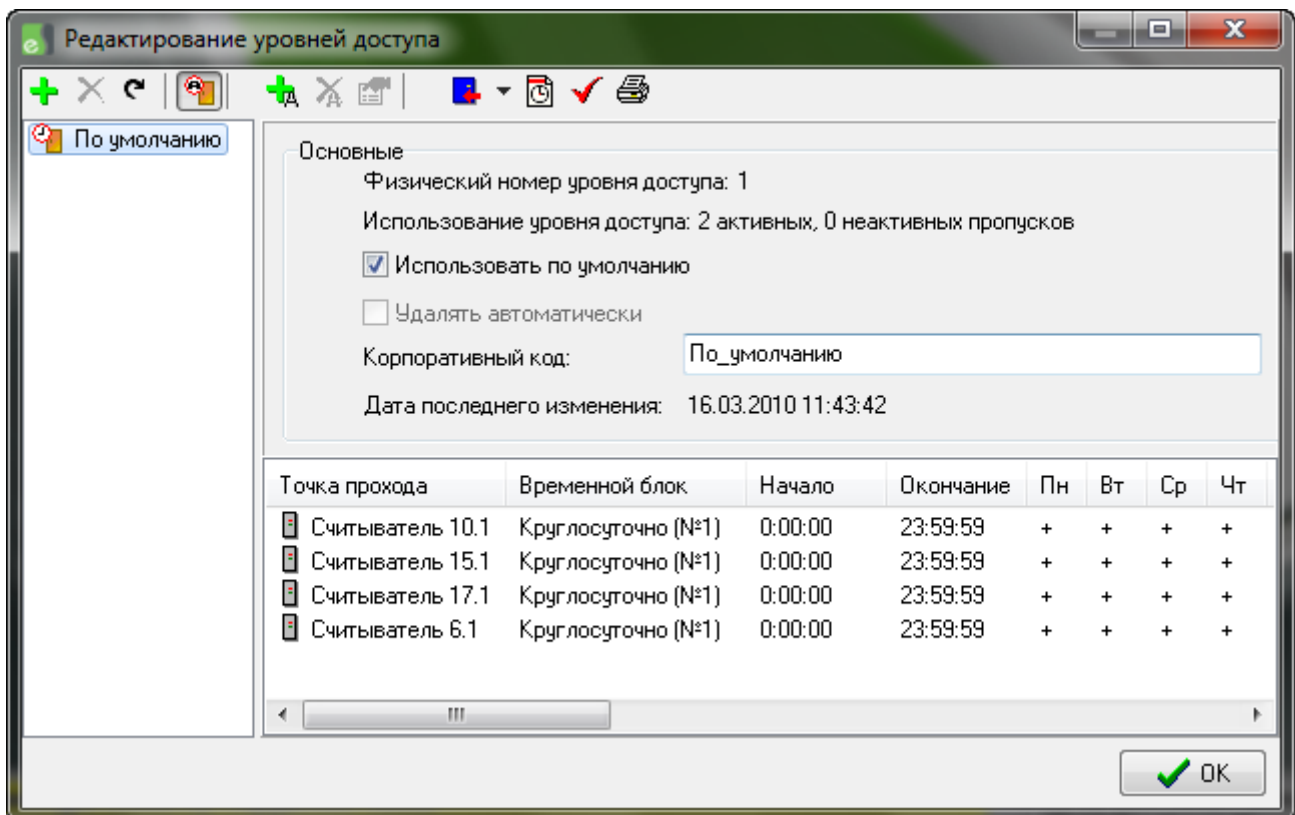

Рис. 36 – Настройка уровня доступа
2. Создать **круглосуточный** уровень доступа, в который добавить считыватели приборов. Либо можно добавить считыватели приборов в уже имеющийся **круглосуточный** уровень доступа (Рис. 36).